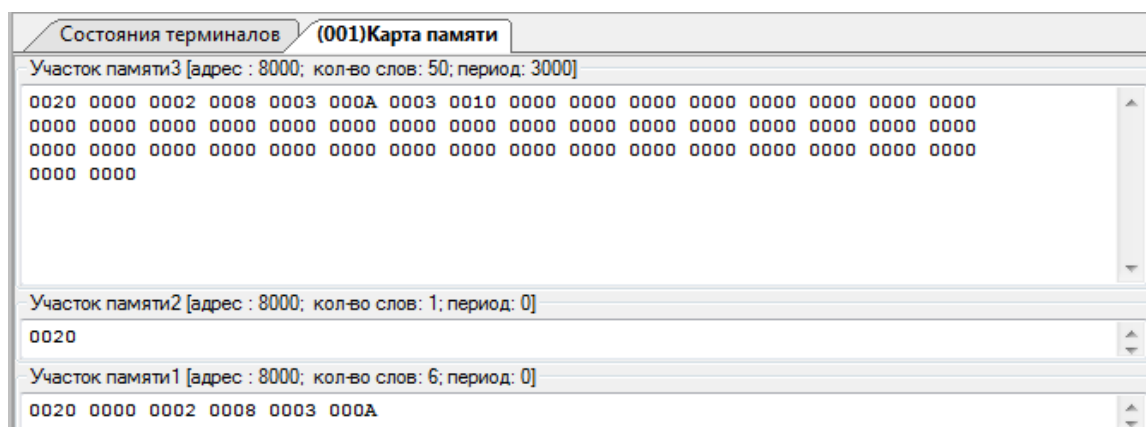

Рисунок 5.46
2) двойным щелчком по области отображения участка памяти (см. рисунок 5.46);